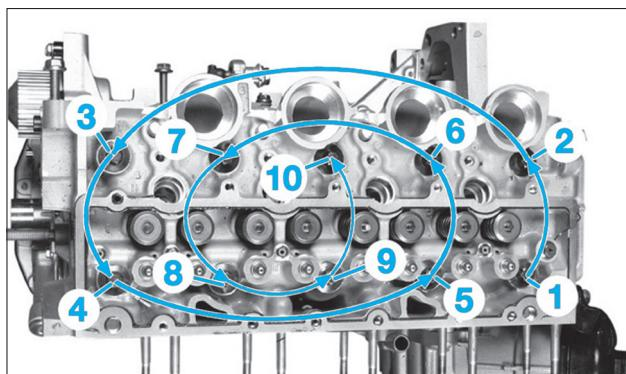

Fig. 53
- le guide-jauge (2),
- les 4 vis de fixation (3),
- le support d'alternateur (4).
- Déposer les vis de fixation (5), (6) des supports de pompe haute pression carburant.
- À l'aide de l'outil [1], desserrer les vis de fixation de la culasse dans l'ordre indiqué (Fig.53).